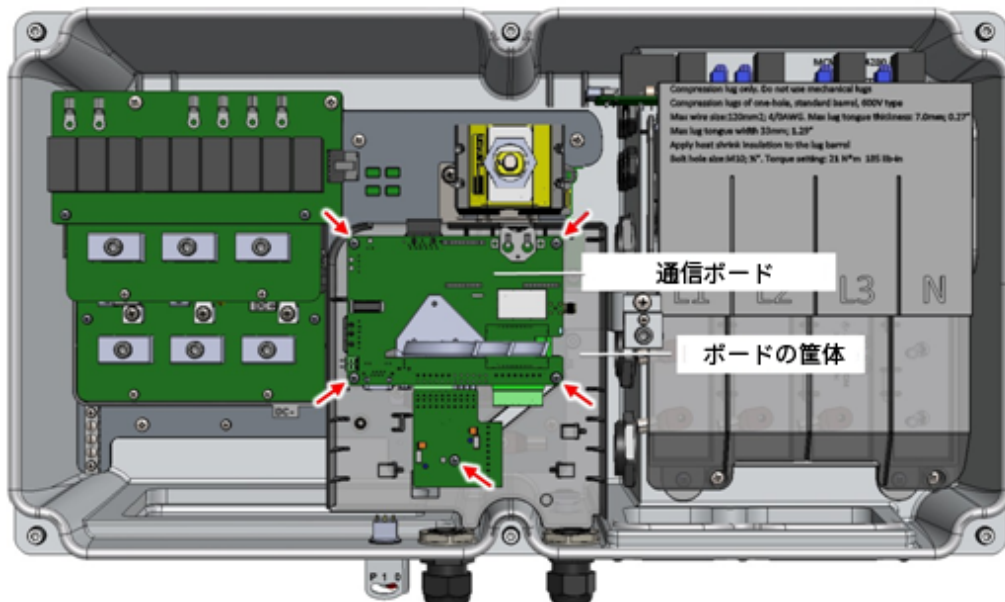

図2：通信ボードとボード筐体の取り外し
- 通信ボードをガイドピン上に配置して、5本のネジを1.3 N\*mのトルクで締めます (図2参照)。